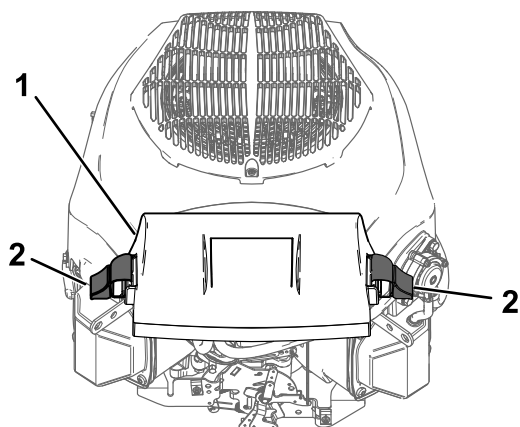

Figura 43
- Montați capacul și fixați-l cu clemele de fixare (Figura 43).